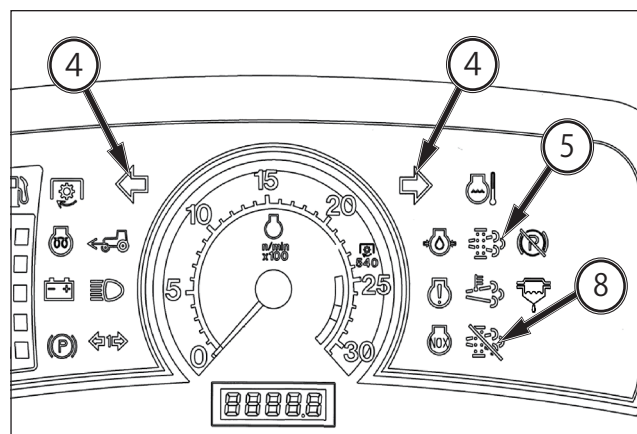

FIG. 42
FIG. 42 : les témoins des clignotants s'allument dans la rangée de témoins (4) lorsque vous enclenchez les clignotants gauche et droit. Cela indique facilement au conducteur que les feux de détresse sont actifs.
FIG. 42 et 43 : interrupteur de régénération manuelle du FAP et interrupteur d'inhibition de régénération du FAP - Lorsque le témoin de régénération du FAP (5) du tracteur s'allume et que le signal sonore retentit, appuyez sur l'interrupteur de régénération manuelle du FAP (7) pour régénérer le FAP.